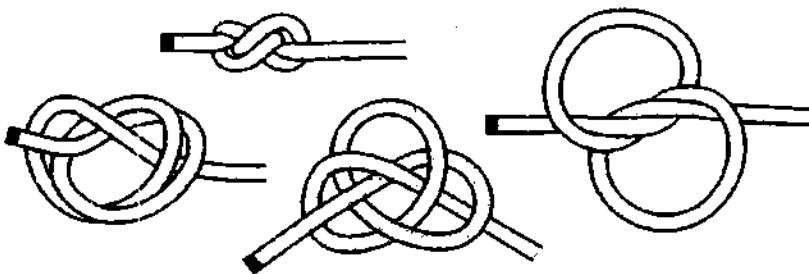

Рис. 104. Трёхпетельный узел.
**Трёхпетельный узел** – это два, ввязанных друг в друга, простых узла (рис. 104). После того как узел затянут, его почти невозможно развязать. Расправлённый *трёхпетельный узел* красиво выглядит, поэтому он в основном используется в декоративных целях.